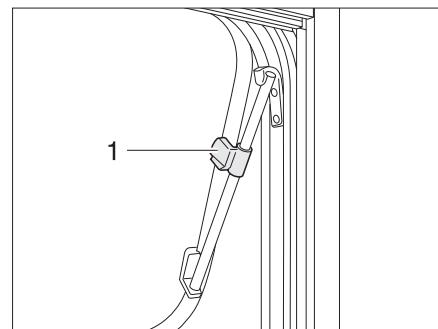

Bild 9 Ausstellfenster mit Dreh-Ausstellern, geöffnet
- Ausstellfenster bis zur gewünschten Stellung öffnen und mit Rändelknopf (Bild 9,1) feststellen.
- Rändelknopf (Bild 9,1) drehen, bis Arretierung freigegeben wird.